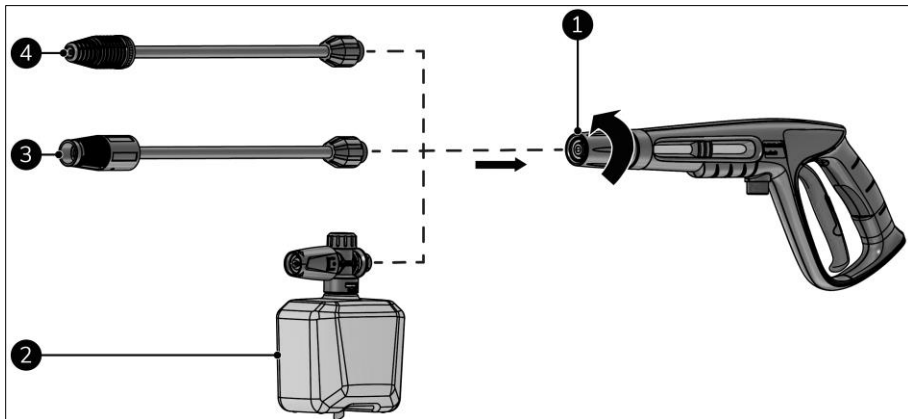

Figure 13
1. Vissez (fermement) sur le pistolet à jet (figure 13, pos. 1) l'une des buses suivantes :
- la buse à mousse (figure 13, pos. 2) ;
- la buse réglable (figure 13, pos. 3) ;
- la buse turbo (figure 13, pos. 4).